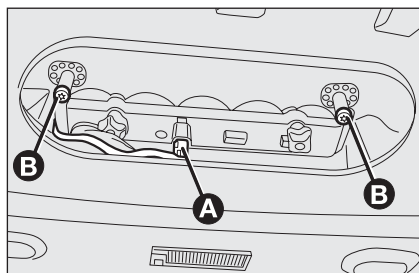

fig. 25
- ☐ desenchufe el conector eléctrico **A**-fig. 25;
- ☐ destornillar los dos goznes laterales **B**-fig. 25;